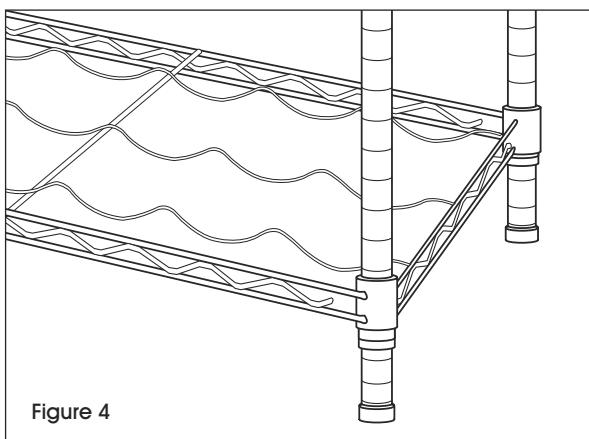

Figure 4
3. Placez l'unité à la verticale. Tapotez délicatement la tablette vers le bas pour la fixer. (Voir Figure 4)